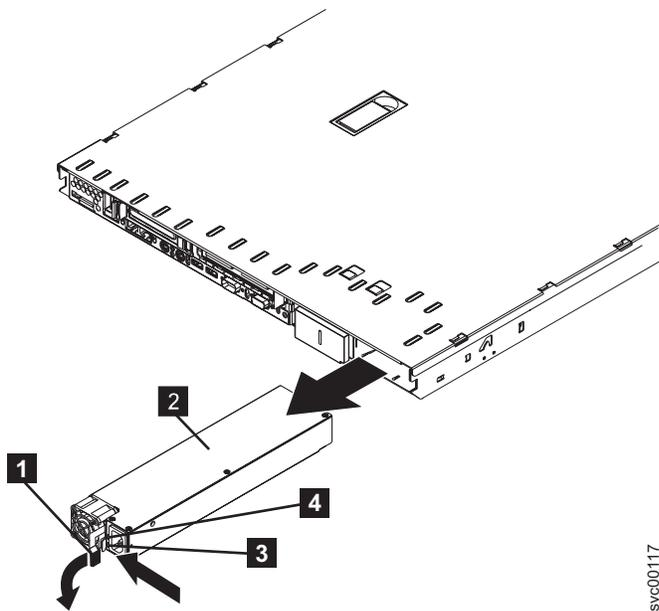

図 152. SAN ボリューム・コントローラー 2145-8F2 電源機構の取り外し
4. ノードの後部で、187 ページの図 152 で示すように、オレンジ色の解放レバーを左方に押してから下方に押し、電源機構アセンブリーを解放します。これは、電源機構を少し後に移動し、簡単に取り外しができます。